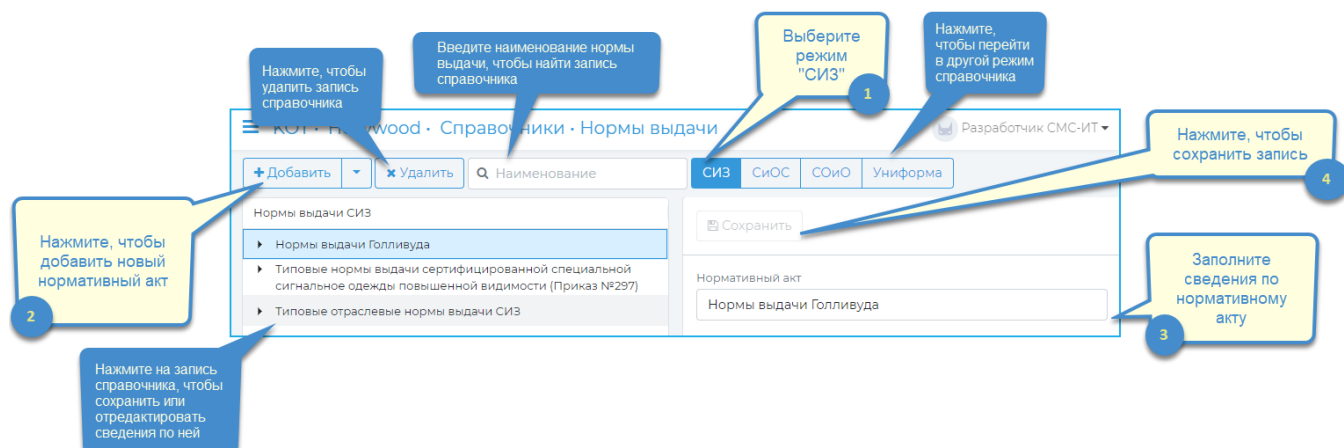

Рисунок 224 – Справочник «Нормы выдачи» в режиме «Нормативный акт»
- **«Нормативный акт».** В этом режиме можно просмотреть, а также добавить, редактировать или удалить какой-либо из нормативных актов выдачи CCC (Рисунок 224).